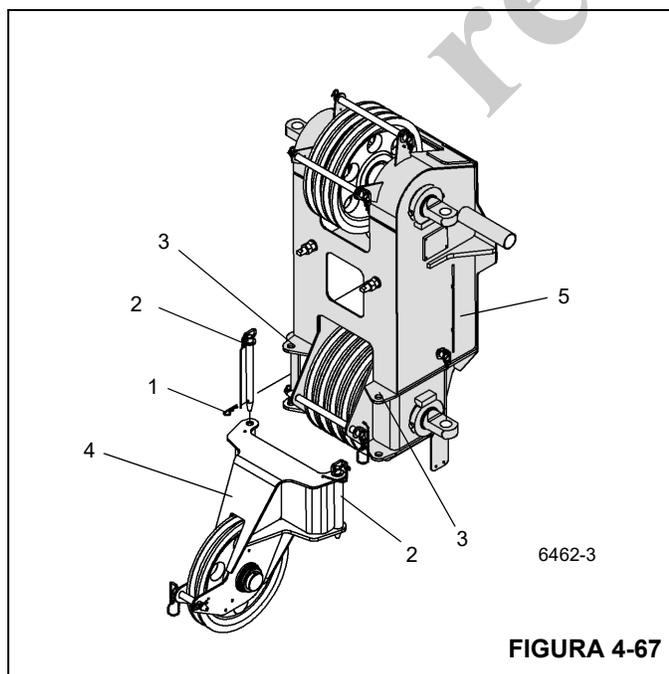

FIGURA 4-67
La punta de la pluma de polea única auxiliar está colocada delante de la cabeza de la pluma principal y está fijada con dos pasadores (2) (Figura 4-67).
- Quite los pasadores de retención (1) y retire los dos pasadores (2) que aseguran la punta de la pluma de polea única auxiliar a las escudras de montaje de la punta de la pluma principal (3).
- Eleve la punta de la pluma de polea única auxiliar (4) de las escudras de montaje de la punta de la pluma principal (3).
- Afloje el pasador de retención (1) y quite los pasadores (2) de la punta de la pluma de polea única auxiliar (Figura 4-67).
- Use una grúa auxiliar para alinear la punta de la pluma de polea única auxiliar (4) con la punta de la pluma principal (5).
- Asegure la punta de la pluma de polea única auxiliar (4) a las escudras de montaje de la punta de la pluma principal (3) utilizando los pasadores (2).
- Fije los pasadores (2) con un pasador de retención (1).